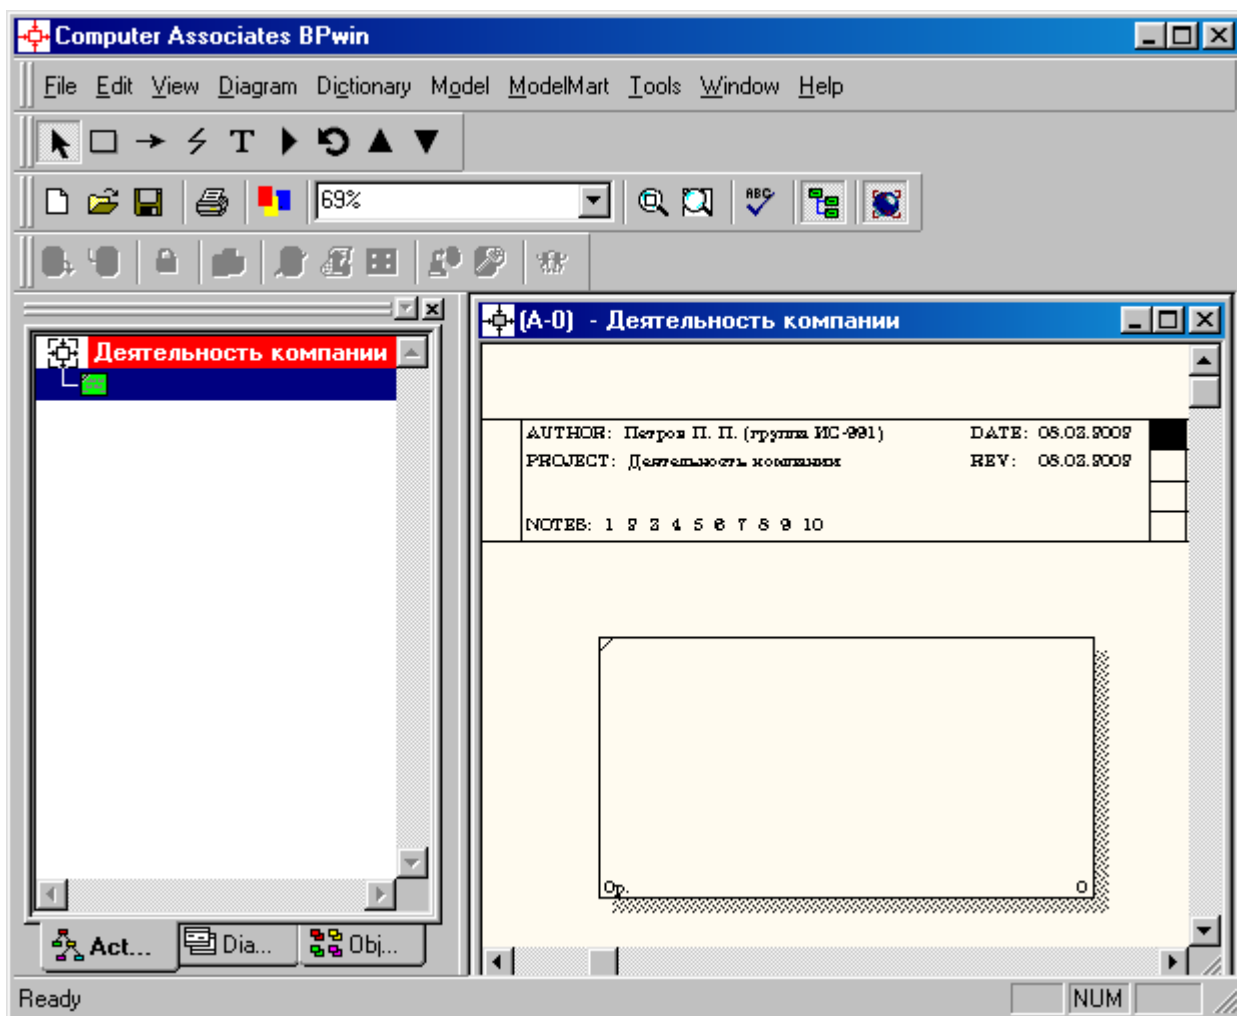

Рисунок 1.3 – Незаполненная контекстная диаграмма
- 5 Автоматически создается незаполненная контекстная диаграмма (рисунок 1.3).